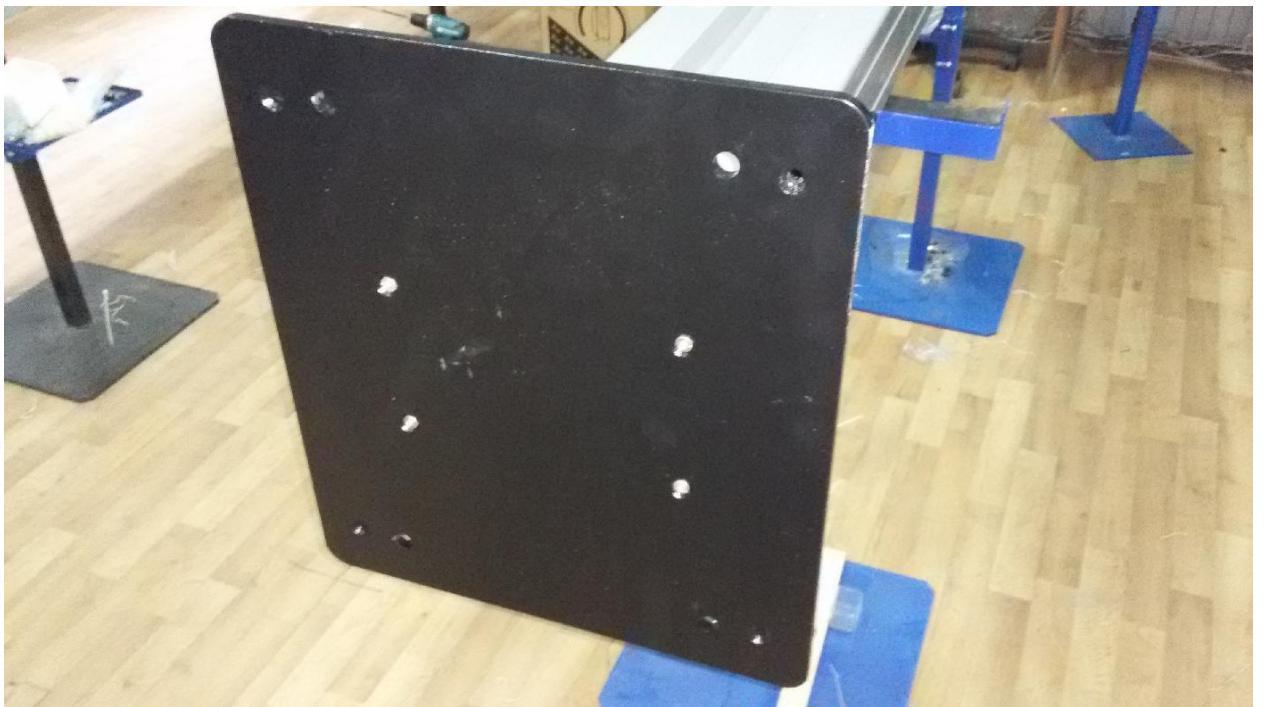

Рис. 3. Монтаж основания.
4. Закрепите основание (рис.3) на винты M8x40 (саморезы 7,5x52) с потайной головкой.
Рис.3. Установка основания. 1 – винт M8x40 (саморез 7,5x52); 2 – винт M8x25; 3- черный саморез с пресшайбой 4,2x16; 4- гайка M8 с шайбой; 5- вставка с болтом M8x20.
Рис. 3а. Монтаж боковых опор на стойку.
Рис. 3б. Установка боковых опор на основание.